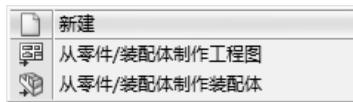

图 8-3 【新建】下拉菜单
- (1) 打开任意一个零件模型。
- (2) 单击快捷工具栏上的【新建】 下拉菜单，如图 8-3 所示，选择【从零件|装配体制作工程图】。